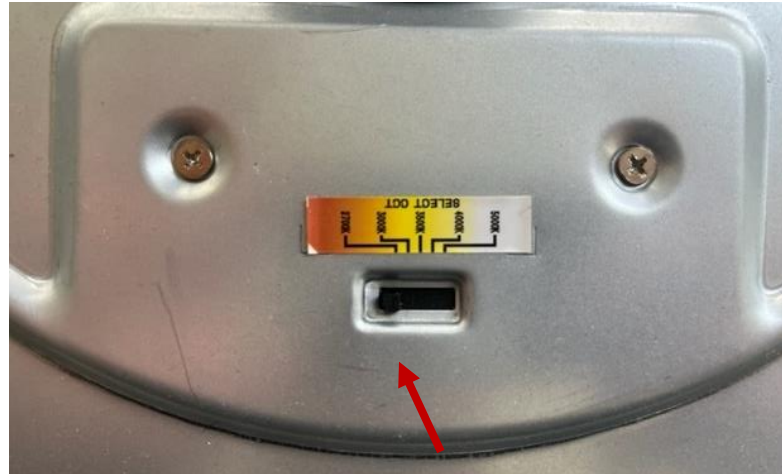

Figure 2
- Placer le commutateur à l'arrière du luminaire au réglage de température de couleur souhaité **avant de l'installer**, comme illustré à la *Figure 2*.